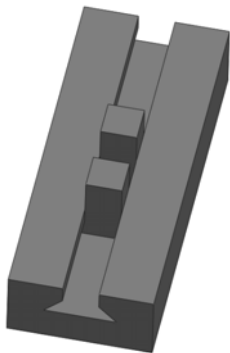
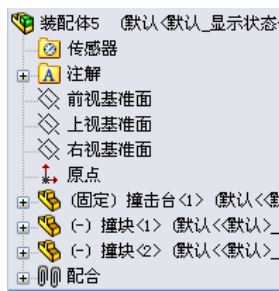

图 11-42 打开的文件实体
图 11-43 FeatureManager 设计树
(1) 打开文件实体,如图 11-42 所示,装配体的 FeatureManager 设计树如图 11-43 所示。